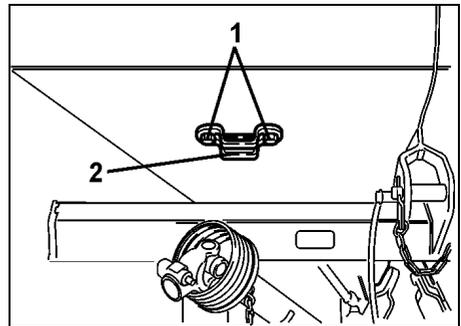

Fig. 77
- Zwei Löcher (\varnothing 12 mm) für die Befestigungsschrauben (Fig. 77/1) an beliebiger Stelle bohren.
- Halter (Fig. 77/2) mit Befestigungsschrauben (Fig. 77/1) montieren.